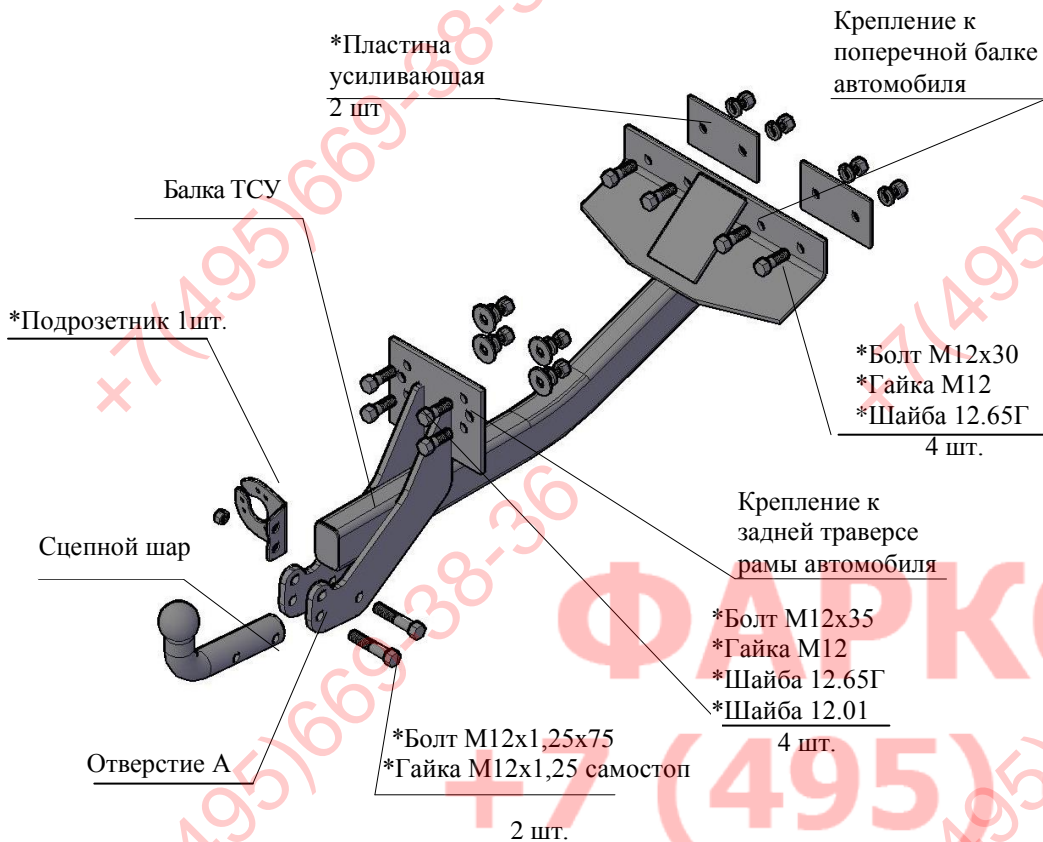

РИС.1 Тягово-сцепное устройство ТСУ 3163.01.
2.1 ТСУ 3163.01.C в сборе (рис.1)	1 шт.
2.2 Пакет с комплектующими (см. рис.1)	1 шт.
4.2 Закрепить передний кронштейн ТСУ четырьмя болтами М12х30 и гайками М12 на поперечной балке автомобиля в соответствии с рис.1, используя существующие технологические отверстия и подложив под гайки усиливающие пластины и шайбы 12.65Г, крепеж не затягивать...